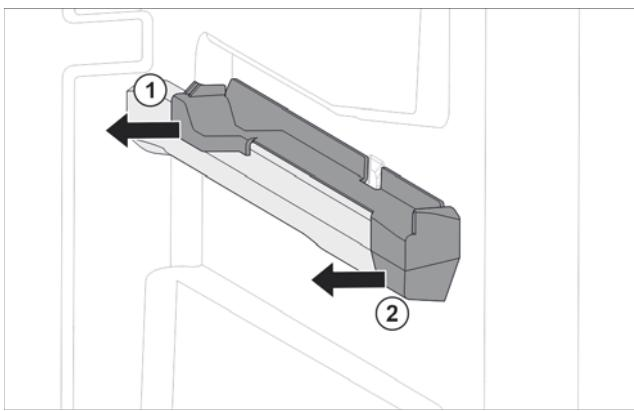

Fig. 41 Вставная часть на правом контейнерном ребре
- Отодвните вставную часть сзади в сторону. Fig. 41 (1)
- Отодвните вставную часть спереди в сторону. Fig. 41 (2)